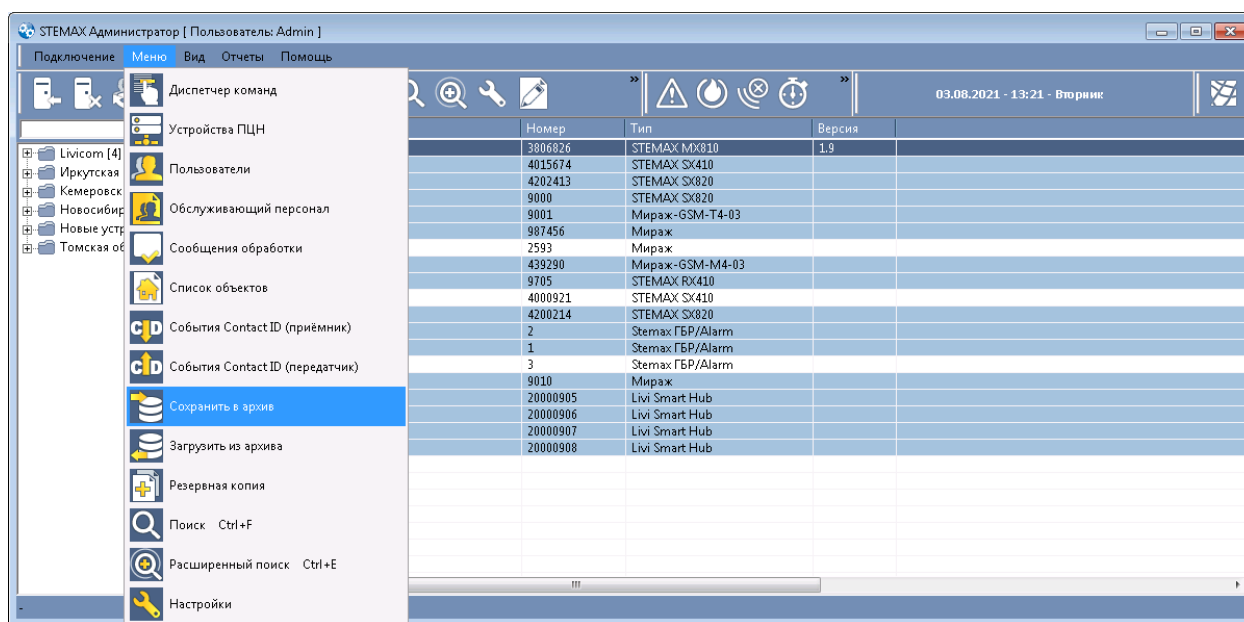

Рисунок 8.11 — Выбор пункта *Сохранить в архив*
- В *Меню* выберите пункт *Сохранить в архив* (см. рисунок 8.11).
- В *Меню* выберите пункт *Загрузить из архива* (см. рисунок 8.11).